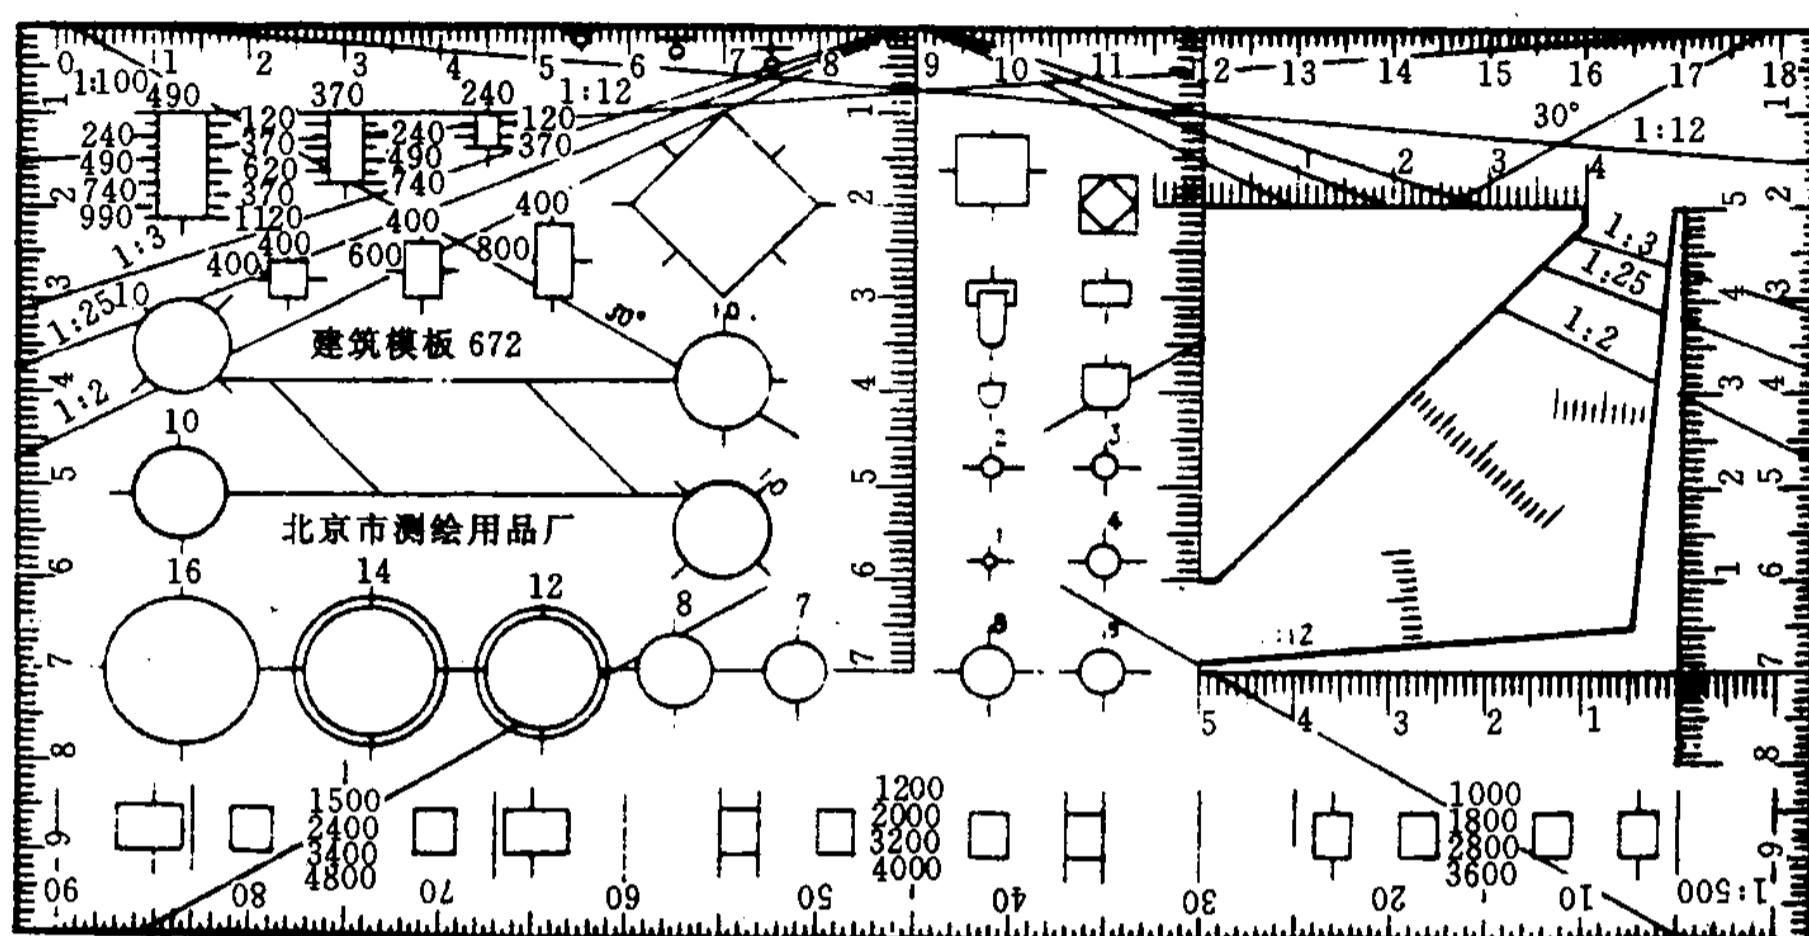

图 1-15 建筑模板
4. 建筑模板 建筑模板主要用来画各种建筑标准图例和常用符号，各专业有各专业的模板，应注意选用适合本专业用的模板（图 1-15）。